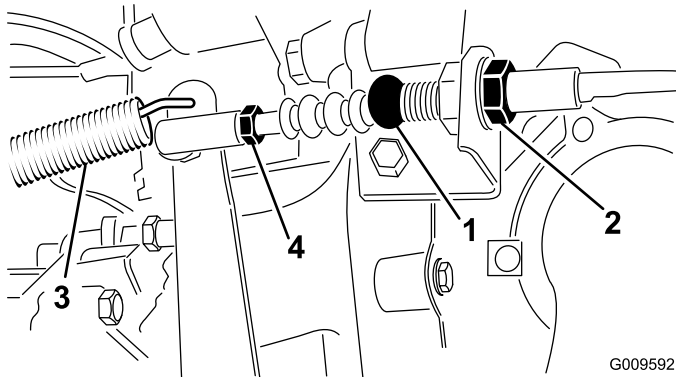

Figura 69
1. Alivie as porcas de segurança que fixam o cabo ao suporte no cárter do volante (**Figura 69**).